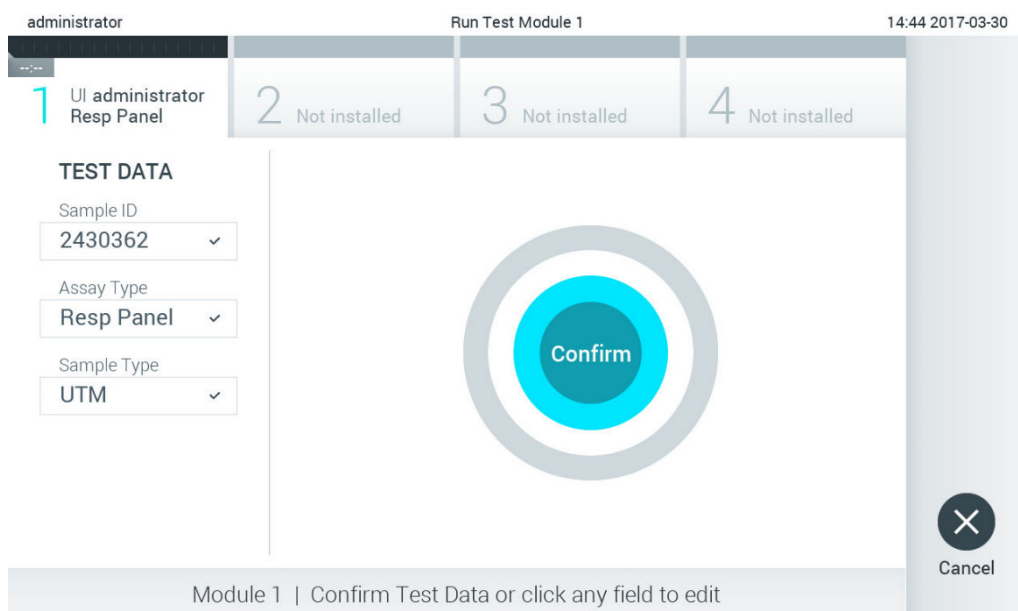

Figura 26. O ecrã Confirm (Confirmar).
5. É apresentado o ecrã Confirm (Confirmar). Analise os dados introduzidos e efetue as alterações necessárias, premindo os campos relevantes no ecrã tátil e editando as informações (Figura 26).